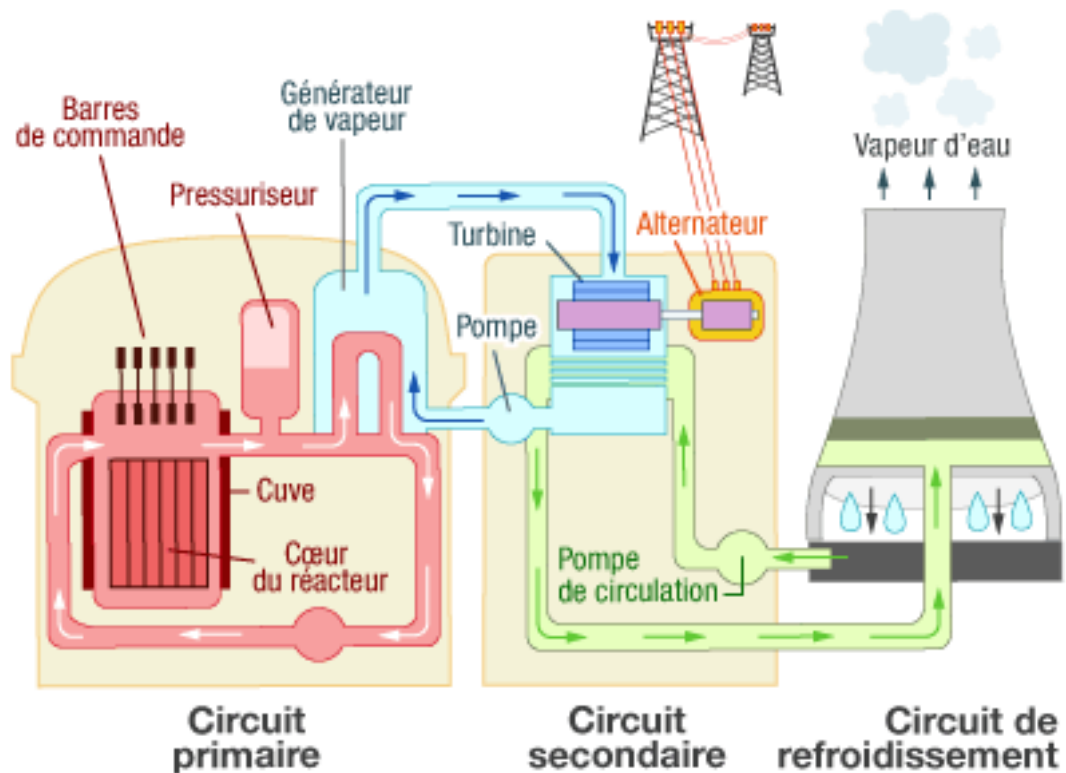

Fig. 21 : principe d'une centrale nucléaire
- **le pressuriseur** : qui a pour fonction de maintenir l'eau traitée du circuit primaire à l'état liquide en la pressurant (pour que le liquide ne se vaporise pas) (il est représenté dans la fig. 21)
Le principe de fonctionnement d'une centrale nucléaire (fig. 21) pour produire de l'électricité s'effectue selon le processus suivant :